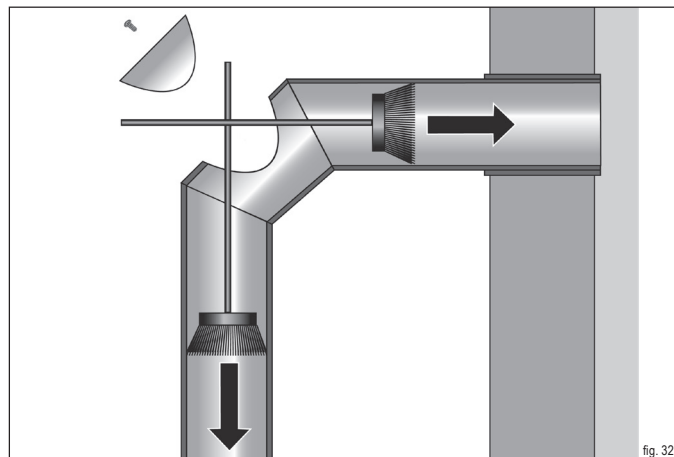

fig. 32
- ▶ **Aprire lo sportello per la pulizia presente sulla canna fumaria (fig. 32).**
- ▶ **Spazzare i residui indietro all'interno del comignolo e in basso nella stufa a legna (fig. 32).**